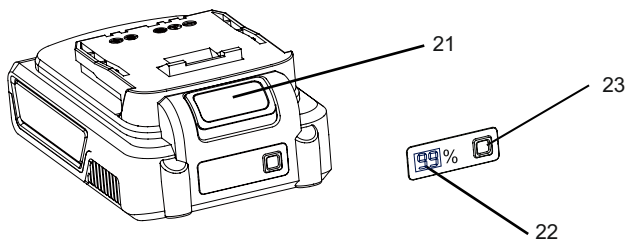

Рис. 1
На аккумуляторе имеются индикаторы уровня заряда, с помощью которых можно проверить состояние аккумулятора путем нажатия кнопки. Перед использованием инструмента нажмите кнопку включения индикатора, чтобы проверить, достаточно ли заряжен аккумулятор для предполагаемого объема работы (рис. 1).
- Для снятия аккумулятора нажмите на кнопку (21) (рис. 1) защелки, одновременно извлекая аккумулятор.